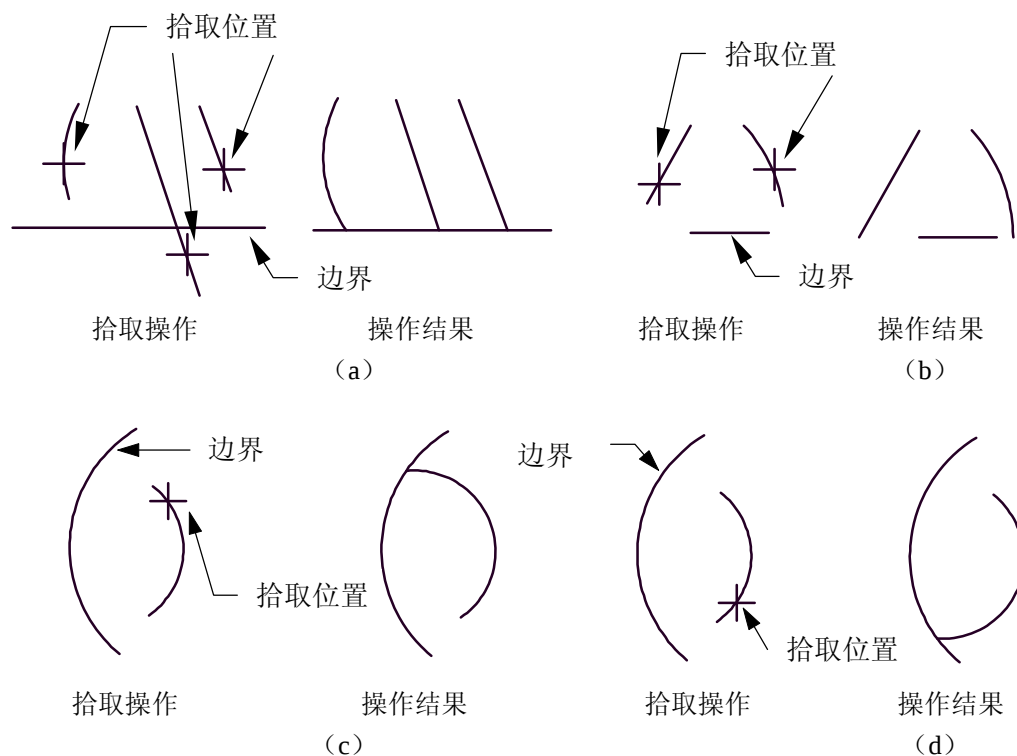

图 5-19 齐边操作
(3) 如果拾取的曲线与边界曲线有交点，则系统按【裁剪】命令进行操作，系统将裁剪所拾取的曲线至边界为止。如果被齐边的曲线与边界曲线没有交点，那么，系统将把曲线按其本身的趋势（如直线的方向、圆弧的圆心和半径均不发生改变）延伸至边界。
**注意：**圆或圆弧可能会有例外，这是因为它们无法向无穷远处延伸，它们的延伸范围是以半径为限的，而且圆弧只能以拾取的一端开始延伸，不能两端同时延伸（见图 5-19 (c) 和 (d)）。